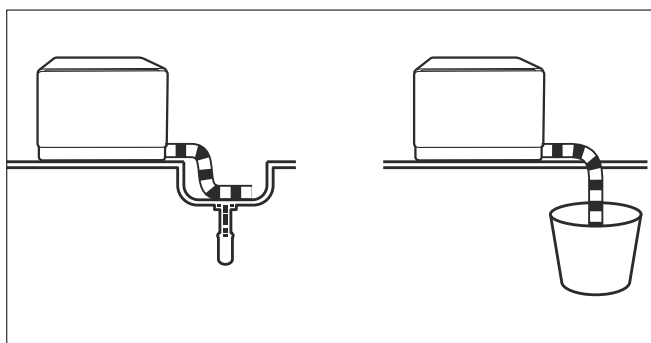

Fig. 14 – Évacuation dans un lavabo ou un récipient
- Accrochez l'extrémité du tuyau d'évacuation dans un lavabo ou un récipient suffisamment grand (≥ 12 litres) (voir **Fig. 14**).
- Après avoir installé le raccordement d'eau et la vidange d'eau, branchez la fiche d'alimentation (7) sur une prise de courant.